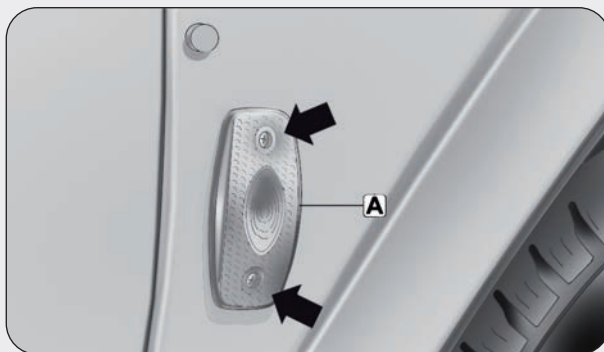

Abb. 4
- Die beiden Befestigungsschrauben des Leuchtenglases **A** herausdrehen und das Leuchtenglas abnehmen (**Abb. 4**).